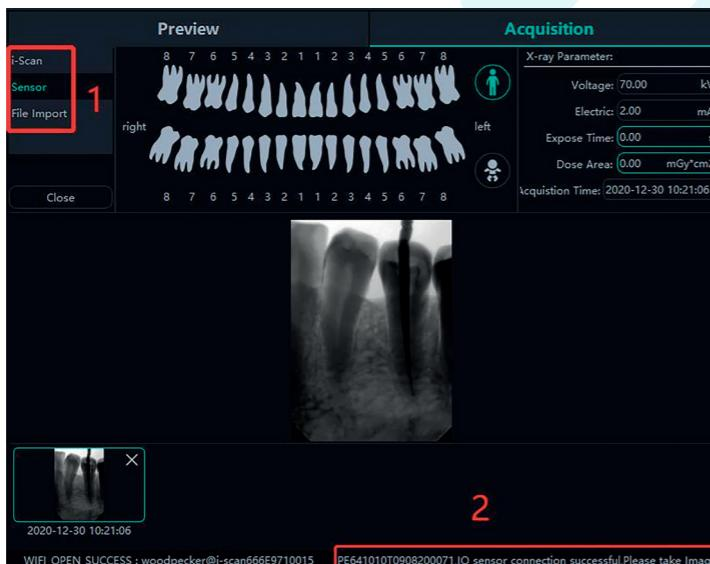
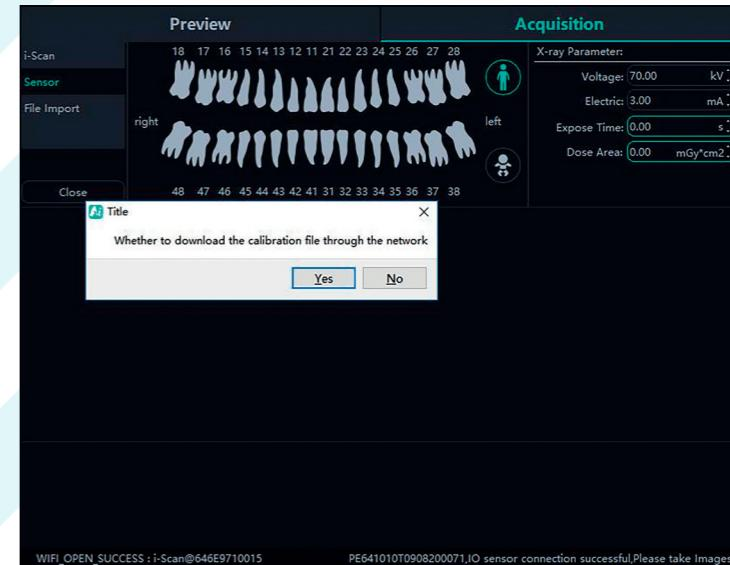

Figure 22
Figure 23
1. Connectez le dispositif de détection à l'interface USB de l'ordinateur, et sélectionnez le type de dispositif « Capteur » dans la zone 1, comme indiqué sur la Figure 22. Cliquez sur « Activer », le dispositif passe en mode d'acquisition et commence à acquérir des images. À ce moment-là, le numéro de série du capteur est affiché dans la barre d'état du logiciel de la zone 2, comme le montre la figure 22. Lorsque le capteur est utilisé pour la première fois, l'utilisateur est invité à indiquer s'il souhaite télécharger le fichier d'étalement via le réseau. Cliquez sur « Oui » pour lancer le téléchargement ; si vous cliquez sur « Non », l'utilisateur est invité à indiquer s'il doit importer manuellement le fichier d'étalement. Cliquez sur « Oui » pour sélectionner le fichier d'étalement à importer. En général, l'image acquise par le capteur sera meilleure après la sélection du fichier d'étalement, comme le montrent les figures 23 et 24.